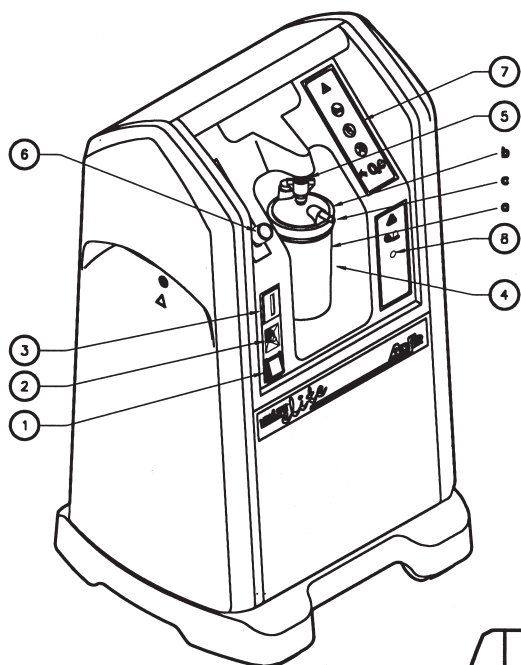

Fig. I.1
I. 1. Apparatens framsida (Fig. I. 1).....	2-SV
I. 1. Apparats framsida (fig. I. 1)